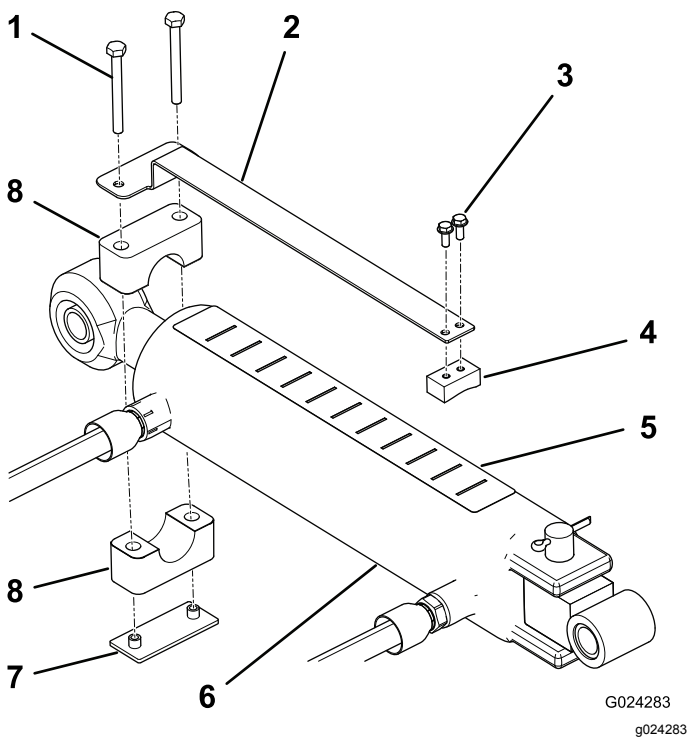

Figure 8
1. Montez la jauge de profondeur sur le côté plat du bloc coulissant au moyen de deux vis d'assemblage (n° 10 x 1/2"), en plaçant les composants comme montré à la Figure 8.
- Au moyen du collier de serrage de tube, de la plaque soudée et de deux vis (1/4 x 2-1/2"), fixez sans la serrer la jauge de profondeur au côté tige du vérin d'attelage supérieur (Figure 8). Ne serrez pas trop les colliers pour leur permettre de pivoter à la position voulue.
- Appelez l'autocollant au sommet du vérin dans un endroit visible depuis la position de conduite, mais qui ne gêne pas les flexibles hydrauliques ou autres composants (Figure 8). Le côté de l'autocollant sur lequel figure la lettre « J » doit être dirigé vers l'aérateur.